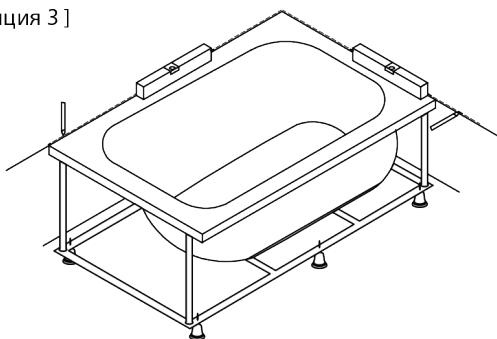

Рис. 5
7. Перевернуть ванну и отрегулировать опоры по уровню (рис.5).